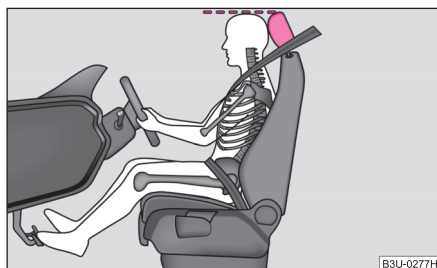

Fig. 117 Reglarea corectă a înălțimii tetierei
- Reglați tetierele astfel încât marginea superioară a tetierei să se afle la aceeași înălțime cu partea superioară a capului dvs. ⇒ fig. 117.
- Reglați tetierele astfel încât marginea superioară a tetierei să se afle la aceeași înălțime cu partea superioară a capului dvs. ⇒ pagina 117, fig. 117.